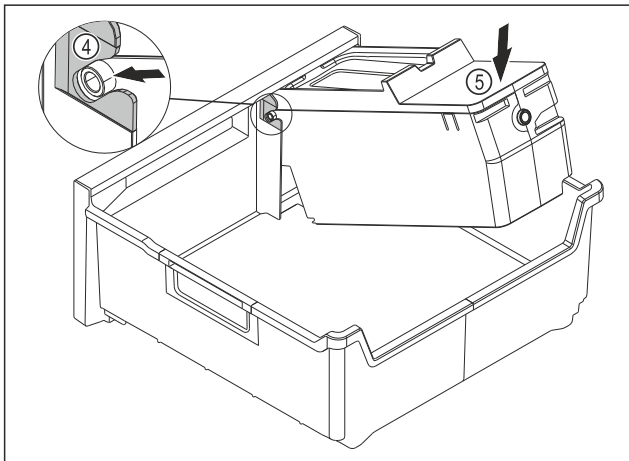

Fig. 109
- ▶ Az EasyTwist-Ice egység testének szerelése: Tolja be az EasyTwist-Ice egység testének tengelyeit a vezetőelemekbe Fig. 109 (4).
- ▶ Nyomja le az EasyTwist-Ice egység testének Fig. 109 (5) hátsó részét.